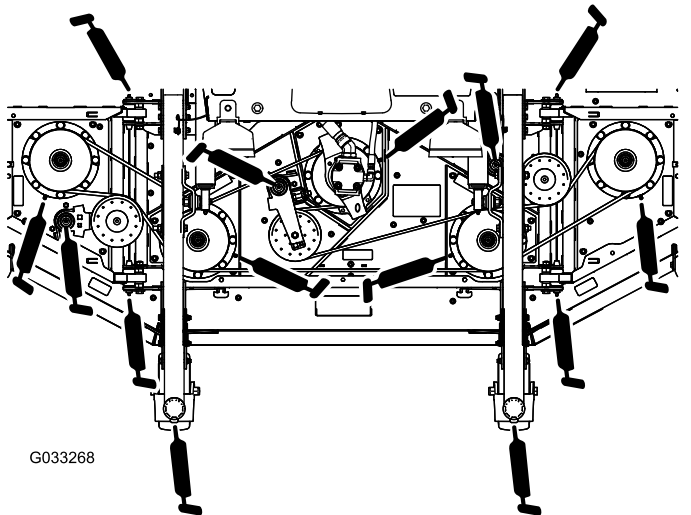

Bild 72
- 2 Laufradgabelbüchsen (Bild 72)
- 5 Spindelwellenlager (im Spindelgehäuse), siehe Bild 72 .
- 3 Spannscheibenarm-Drehbüchsen (die sich auf der die Spannscheibe tragenden Drehgelenkwelle befinden), siehe Bild 72 .
- Vier Drehbüchsen am Seitenmähwerk (die sich an den Lagerbolzen des Seitenmähwerks befinden), wie in Bild 72 abgebildet.